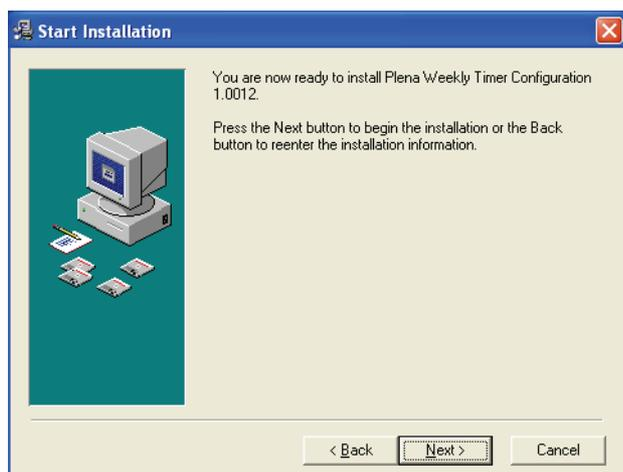

figure 8.4: Début de l'installation
- 4 Sélectionnez le groupe de gestionnaire de programmes et cliquez sur [Next]. Une fenêtre semblable à celle illustrée en figure 8.4 s'affiche.